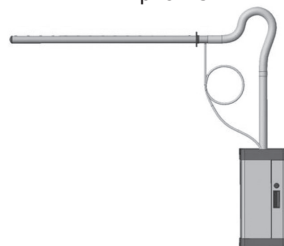
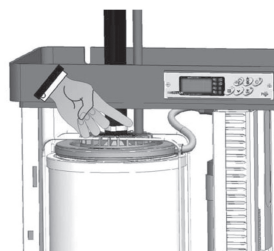

рис. 44
рис. 45
2. Если парораспределительная труба устанавливается выше увлажнителя и паровая трасса имеет сифонообразные изгибы (например, рис. 44), необходимо установить устройство возврата конденсата. Это специальный шланг, присоединяемый к соответствующему патрубку на цилиндре, который возвращает конденсат прямо в цилиндр увлажнителя (рис. 45) или сливает его в дренаж. Возврат конденсата производится по специальному шлангу UMITUBODN10, присоединяемому к патрубку диаметром 10 мм. На шланге возврата конденсата необходимо выполнить сифон — полный оборот минимальным диаметром 200 мм. Сифон должен быть наполнен водой при установке. Это предотвратит выход пара из шланга возврата конденсата (рис. 44).